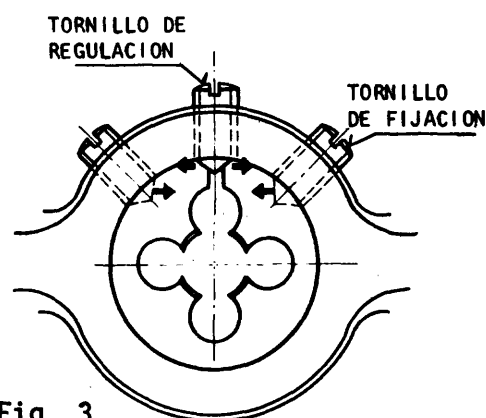

Fig. 3
4º Paso Monte la terraja (fig. 3).
- 2) La abertura de la terraja debe coincidir con el tornillo de regulación (Fig. 3).
- 3) Las perforaciones o muescas de la periferia de la terraja deben coincidir con los tornillos de fijación del porta-terrajá. (Fig. 3).